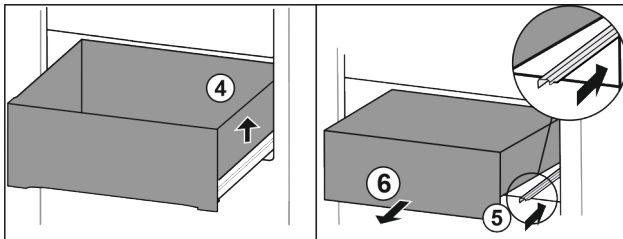

Fig. 93
- ▶ Ridicați sertarul din dreapta. Fig. 93 (4)
- ▶ Inserați șina din dreapta. Fig. 93 (5)
- ▶ Extrageți sertarul spre înainte. Fig. 93 (6)